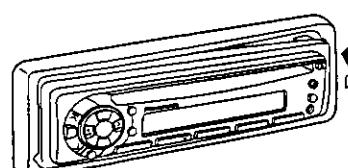

Figura 5
② Presione el extremo derecho de la placa frontal removible hasta que oiga un ruido seco. (→ Figura 5)